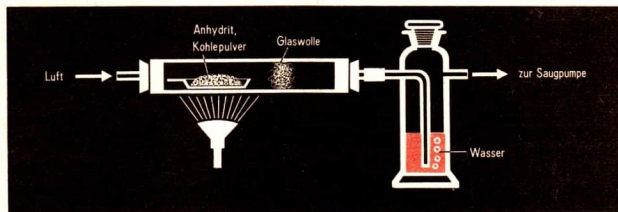

Abb. 42 Reduktion von Kalziumsulfat (Anhydrit)
▼ Ein Gemisch von Kalziumsulfat und Aktivkohle wird im Luftstrom kräftig erhitzt und das entstehende gasförmige Reaktionsprodukt durch Wasser geleitet (Abb. 42). Nach dem Erkalten wird der Glührückstand mit Wasser übergossen und mit einem Indikator geprüft. ④